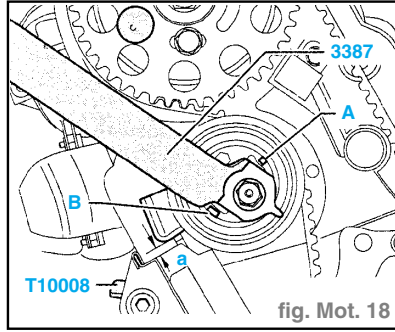

fig. Mot. 18
- Desserrer le galet-tendeur. Pour cela, le maintenir en position de montage à l'aide de la clé pour écrous 3387 (fig. Mot. 18).
- Tourner maintenant la clé pour écrous 3387 dans le sens inverse d'horloge (l'ergot de l'excentrique se déplace dans le sens de la butée (A)) jusqu'à ce qu'il soit possible de freiner le dispositif de tension de la courroie crantée à l'aide de la plaquette de blocage T10008.